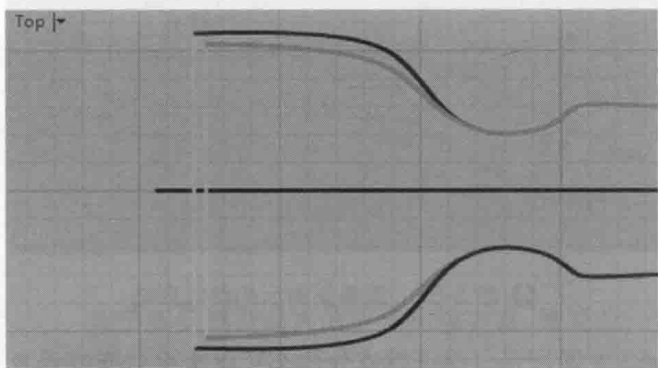

图 5-57 曲线间相互修剪
(9) 单击【修剪】按钮, 参照图 5-57 所示将曲线相互修剪。